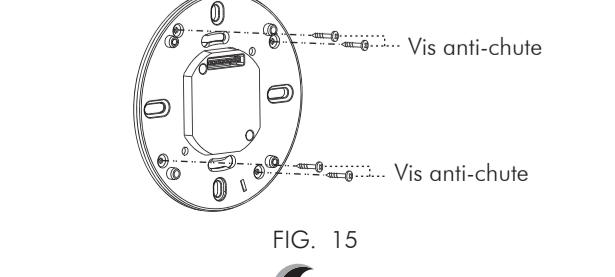

FIG. 15
3.4.3.4 Insérez les 4 vis anti-chute dans les trous à vis correspondants présents sur la plaque de fixation du détecteur, et ces 4 vis ne tomberont pas afin de fournir de l'aisance lors des prochaines installations (Voir FIG.15).